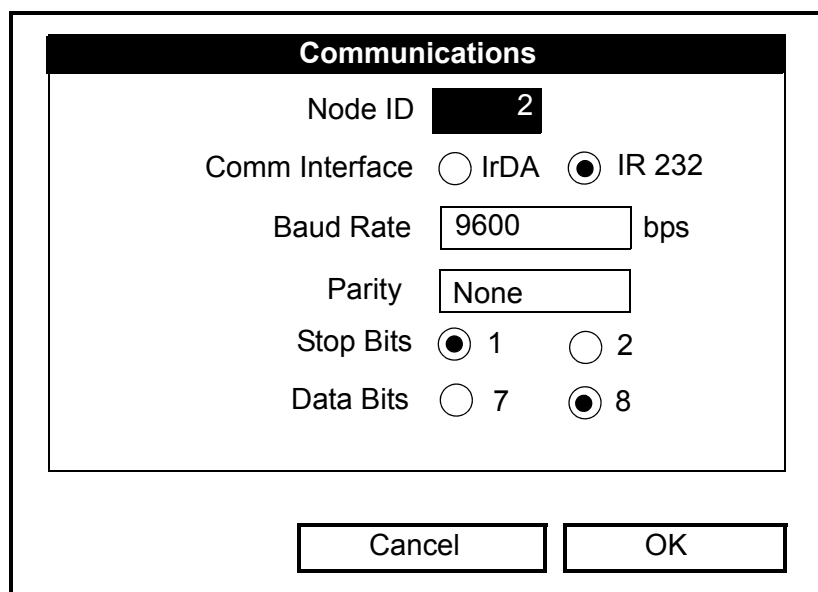

Figura 3-17: A Janela Communications (Comunicações)
- Desloque-se até à opção *Communication* (Comunicação) e pressione [ENTER]. Surgirá a janela *Communications* (Comunicações) (consulte a Figura 3-17 abaixo).